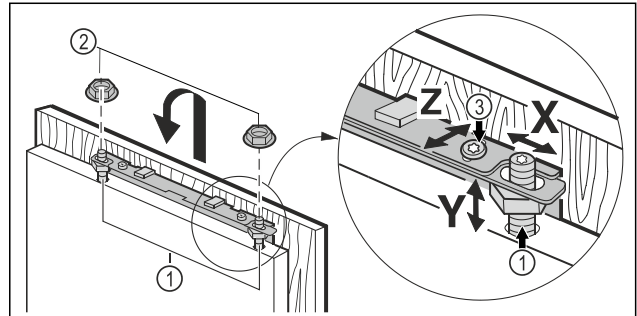

Fig. 45
- Möbeltür auf die Justagebolzen Fig. 45 (1) einhängen und Kontermuttern Fig. 45 (2) locker auf die Justagebolzen schrauben.
- Möbeltür in der Höhe Y und in der seitlichen Neigung ausrichten: Justagebolzen Fig. 45 (1) mit einem Schraubendreher einstellen.
- Kontermuttern Fig. 45 (3) anziehen.